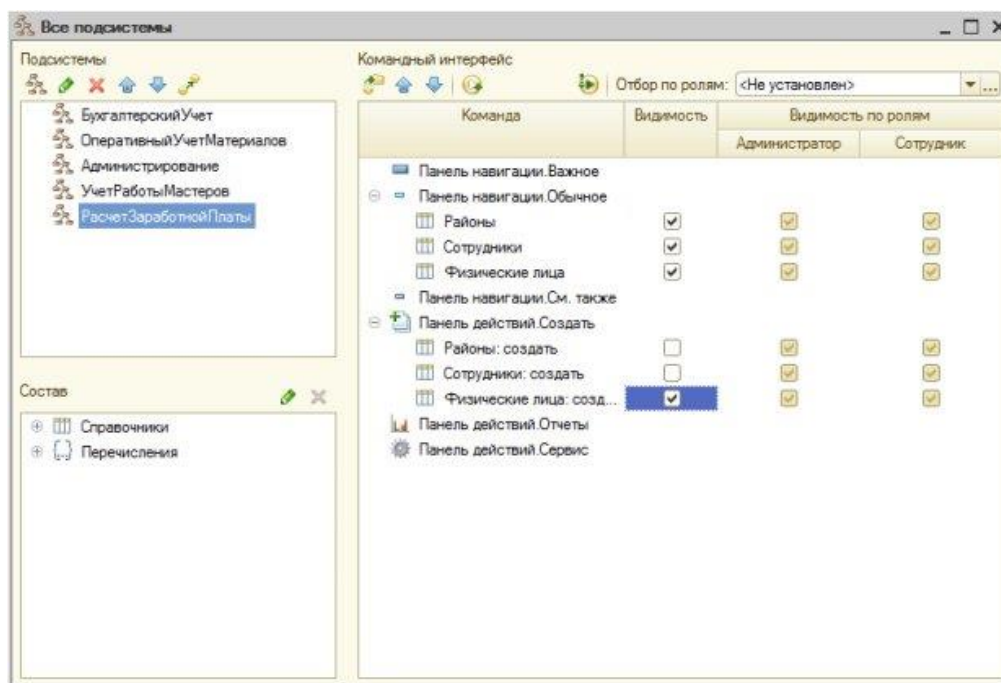

Рисунок 4.7- Настройка панели действий раздела Расчет заработной платы
2.1 Добавим команду создания нового элемента справочника **ФизическиеЛица** в панель действий раздела **Расчет заработной платы**. Для этого откроем окно Все подсистемы командой контекстного меню ветви Подсистемы дерева конфигурации и установим флаг **Видимость** напротив команды **Физические лица: Создать** в области **Панель действий**. **Создать**, **Рисунок 4.7**.